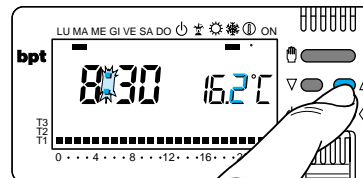

Fig. 33
6.4 - Impostare il valore di temperatura desiderato per T1 agendo sul pulsante  oppure  (fig.33).